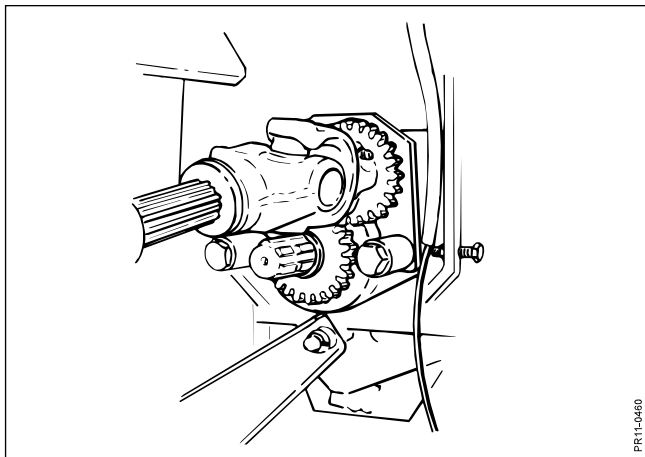

Fig. 4-21
- Fig. 4-21** 4. KO-akslen for rotoren monteres på den frie tap på rotorhuset. KO-akslen skal fastlåses på pos. 2, hvorved tandhjulene kommer i indgreb og rotoren vil køre med modsat omdrejningsretning.